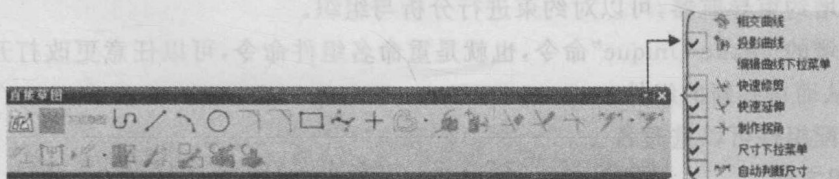

图 1-3
(1) 直接草图功能增强, 在选择外形造型设计和钣金模块时可以使用, 在“直接草图”工具栏中可以使用投影曲线、相交曲线、相交点、修剪配方曲线等指令, 如图 1-3 所示。
(2) 在基本图样曲线中新增了多边形、椭圆、二次曲线等。
(3) 在直接草图中, 可以进行模型的延迟更新, 即对直接草图进行编辑的时候模型不更新, 等直接草图编辑完成再使用草图更新模型的命令进行更新。
(4) 草图尺寸增强, 选择尺寸是有方向了, 即尺寸可以使用负值。